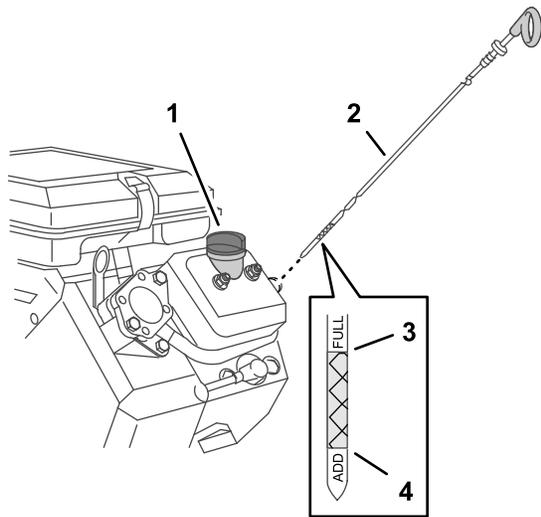

Figure 70
4. Insérez la jauge dans le moteur (Figure 70).
5. Sortez la jauge du goulot de remplissage et vérifiez le niveau d'huile qu'elle indique (Figure 70).
Remarque: Le niveau d'huile moteur doit recouvrir la zone hachurée sur la jauge (Figure 70).